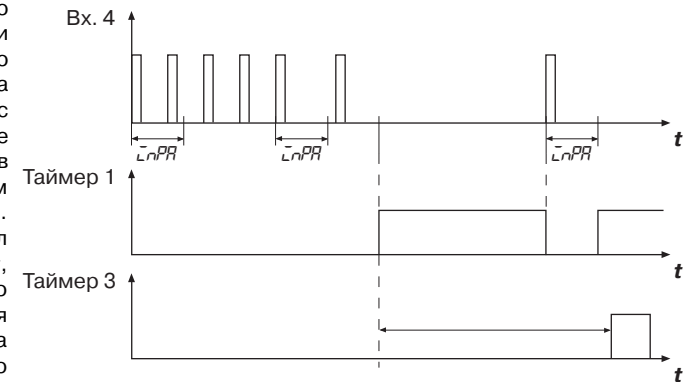

Рис. 6
3.2.5.3. Таймер 3 предназначен для задержки выключения управления приводом на время, заданное в программируемом параметре $\overline{L_{nLR}}$ (см. *прил. В*, табл. В3), обеспечивая плотное закрытие задвижки (рис. 6). Кроме того, благодаря такой задержке исключается ложное выключение управления приводом при «подклинивании» задвижки в процессе движения.